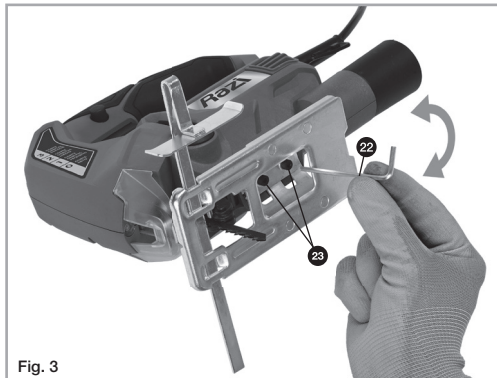

Fig. 3
1. Vira a Serra Tico-Tico e afrouxe, mas não remova os dois parafusos de travamento da Sapata (11) usando a chave Allen fornecida (22) (Fig. 3).
2. Alinhe os dois parafusos com as ranhuras da guia da Sapata (23) (Fig. 3).